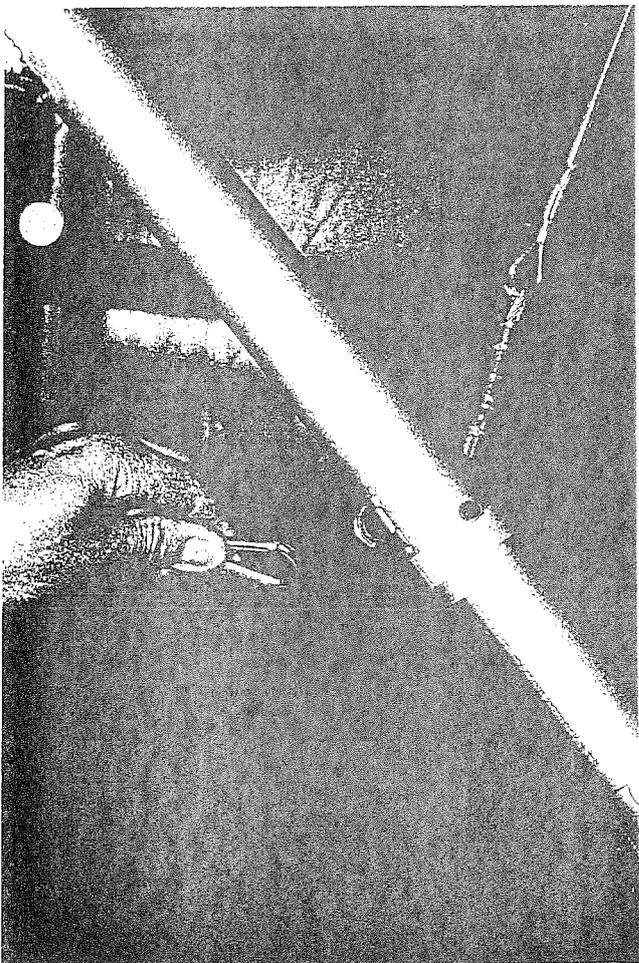

Abb. 2
- Turm in die gewünschte Schwerpunktposition einstecken, Turmseil mit Karabiner am Kielrohr einhängen. Darauf achten, daß die Oberverspannung nicht verdreht ist (Abb. 2).